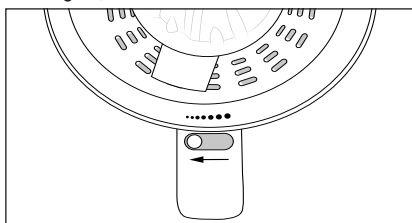
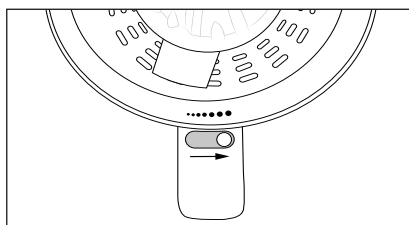

Fig. 2
Fig. 3
- ◆ Utilizando o botão seletor **6** opte por um sumo com polpa de fruta mais fina (pontos pequenos, Fig. 2) ou mais grossa (pontos grandes, Fig. 3).